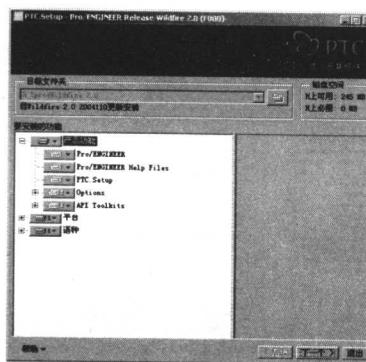

图 1-3 安装 Pro/E 软件
- (2) 打开如图 1-3 所示的 Pro/E 软件安装界面，接下来的操作方法和该软件的最初安装方法相同，笔者不再详述。